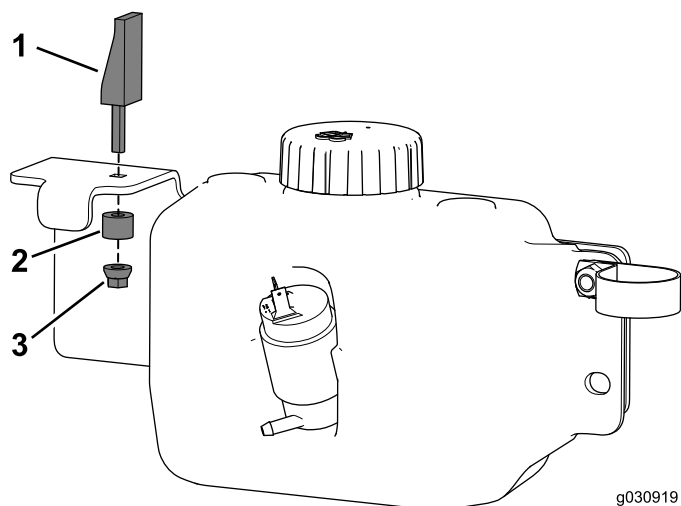

Рисунок 33
- Установите эксцентриковую защелку в сборе на крепление бачка (Рисунок 33).